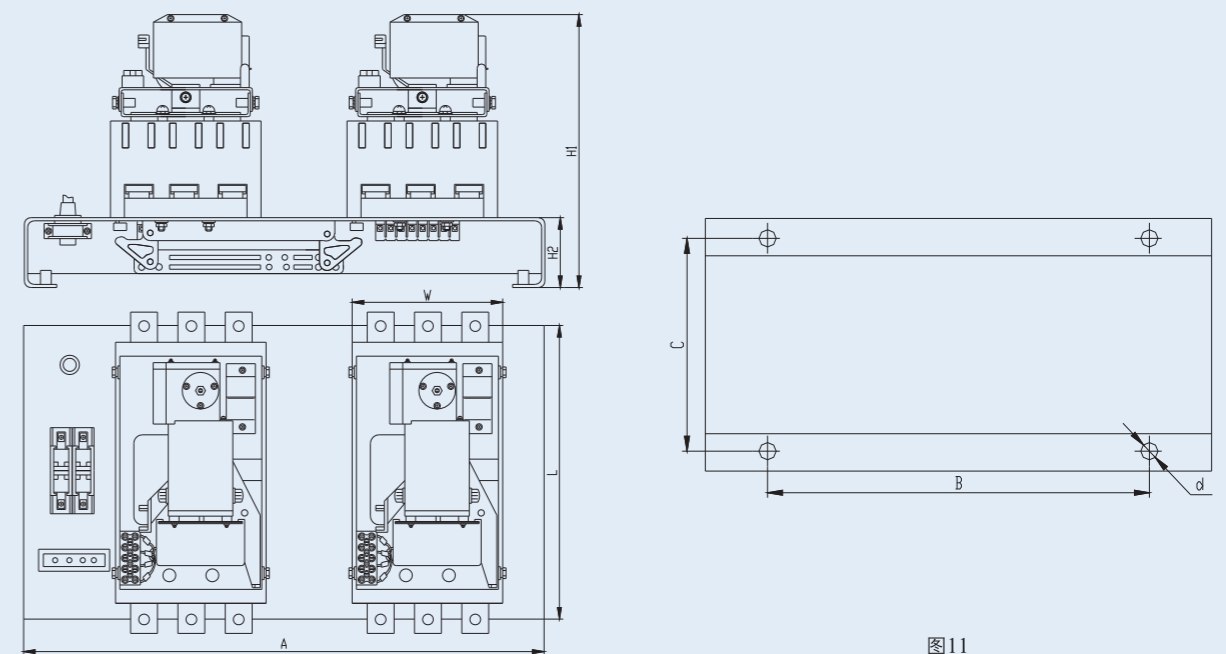

图11
5、HSQ1系列开关本体（双电操）的外形及安装尺寸见图11和表6。